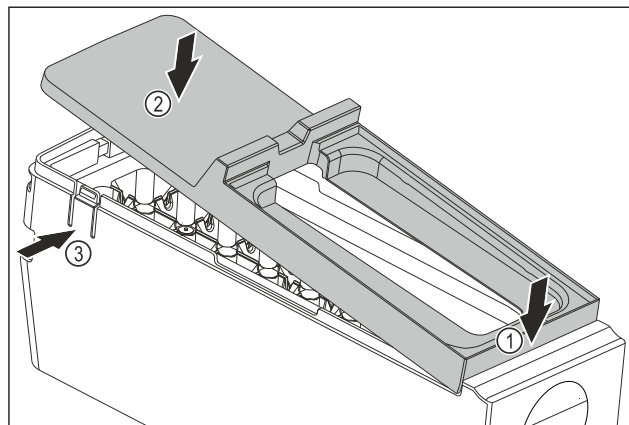

Fig. 82
- ▶ Montera skyddet på EasyTwist-Ice-enheten: Sätt in skyddet framtill. Fig. 82 (1)
- ▶ Sänk ned skyddet baktill. Fig. 82 (2)
- ▷ Skyddet hakar hörbart i båda skenorna Fig. 82 (3).